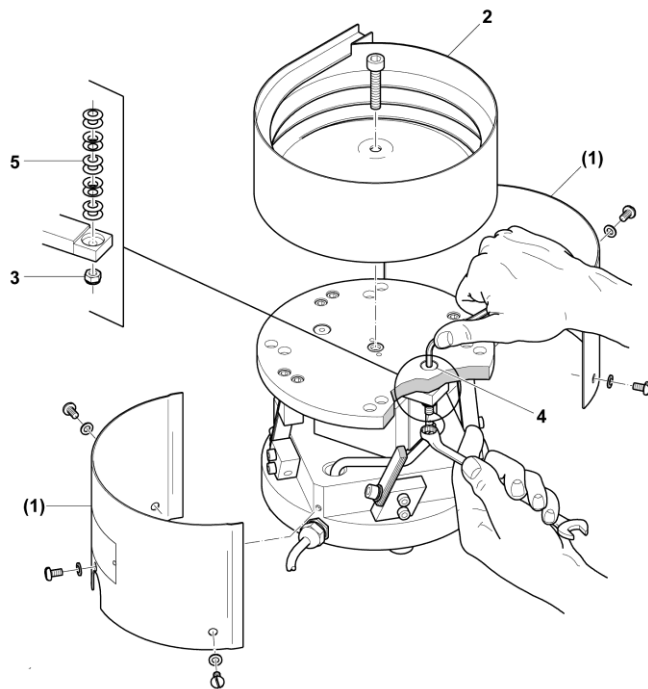

Figure 18
4. Retirer les vis (4) et remplacer la bobine magnétique (5) (reg Figure 18).
5. Placer le nouvel aimant et resserrer (4) les vis (reg. Figure 18).